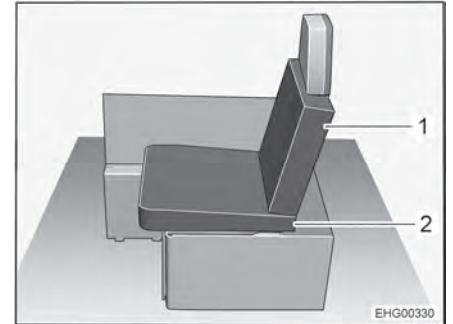

Bild 24 Efter ombyggnad
- Placera en av sittdynorna från den vänstra längsgående sittbänken som sittdyna (Bild 24,2) på sittbänken. Notera kilformen på sittdynan: Sittdynan måste slutta något mot ryggstödet (se Bild 24).
- Fäst en av de medföljande extra dynorna som ryggkudde (Bild 24,1) på ryggstödet på den hopfällbara stolen.